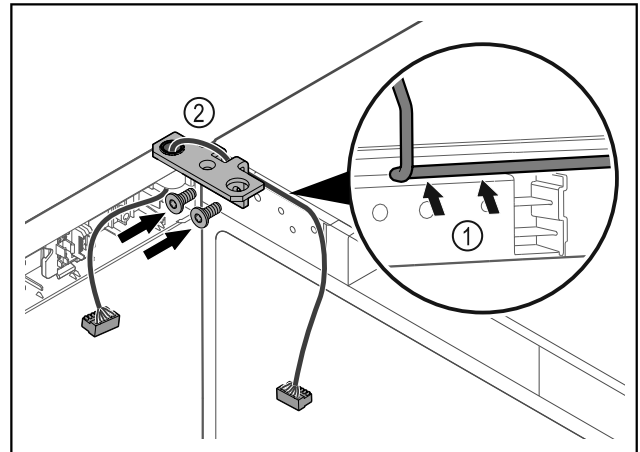

Fig. 36
- Faire passer le câble avec précaution par le trou de l'équerre de charnière Fig. 36 (1).
- Visser l'équerre de charnière Fig. 36 (2).